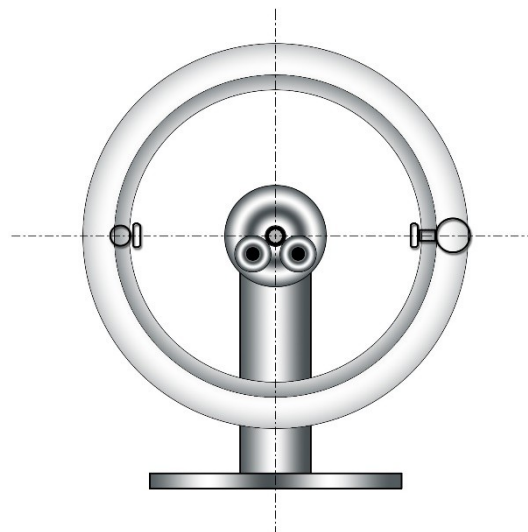

Figure 4: Correspondance
- Enlevez maintenant le poids d'équilibrage appliqué (étape 5). Avec un peu de chance, le déséquilibre de la jante sans pneus et la jante avec des pneus est supprimé. Pour atteindre ce point, tournez le pneu sur la jante jusqu'à ce que les deux points de déséquilibre soient opposés l'un de l'autre (les deux points marqués comme indiqué sur la Fig. 4 sont opposés). Maintenant, la roue complète est équilibrée. Normalement, vous n'avez besoin que de l'un des deux poids de pondération. Le poids doit être appliqué jusqu'à ce que la roue complète reste en position de repos. Ce faisant, vous devriez faire attention à utiliser le moins de poids possible, le poids devrait être uniformément réparti sur les deux côtés de la jante. Si un poids total de plus de 50 g est nécessaire, vous devez réclamer le pneu.